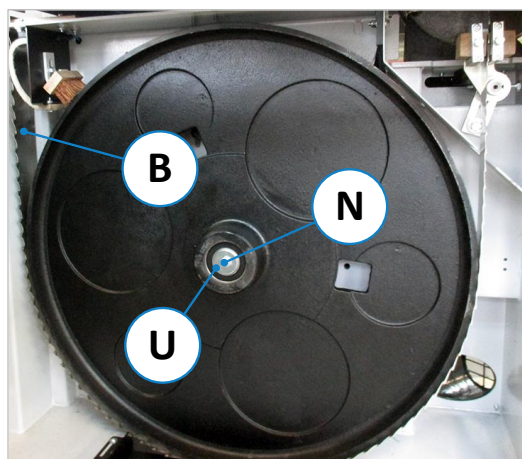

Figure 92 : remplacer la courroies
- Serrer l'écrou de serrage (S) sur la tige filetée (G) à l'aide d'une clé de serrage SW17 jusqu'à ce que la tension correcte de la courroie soit atteinte (voir aussi ⇒ Figure 92).
- Voir ⇒ Figure 92: Retirer la vis à tête hexagonale (N) et la rondelle (U) du moyeu de roue (pour cela, il faut une clé à fourche SW 19).